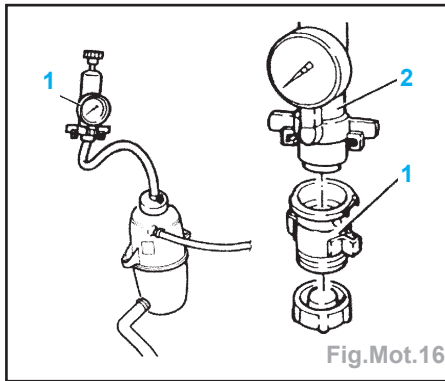

Fig.Mot.16
- Déposer le bouchon du vase d'expansion et mettre en place le raccord (1) 1.895.362.007 du kit 1.895.377.000 et brancher la pompe (2) 1.895.377.000 (Fig.Mot.16).
- Mettre en place l'appareil de contrôle sur le bouchon, mettre en pression jusqu'au déclenchement du clapet de décharge et contrôler la valeur (Fig.Mot.16).